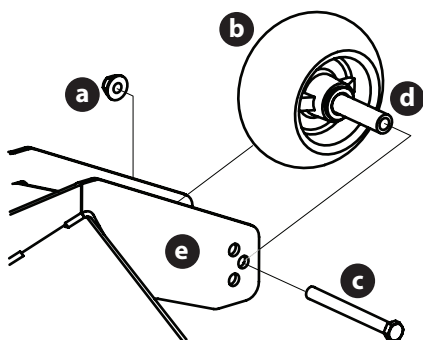

Fig. 31
2. Retire la tuerca de seguridad (a) que fija una de las ruedas de calibración delanteras (b) a la plataforma. Retire la rueda de calibración delantera (b), el tornillo hexagonal (c) y el separador (d) (Fig. 31).
3. Inserte el tornillo hexagonal (c) en uno de los tres orificios de posicionamiento del soporte (e) de la rueda de calibración delantera que le dará a la rueda de calibración delantera (b), una separación de 1/4-1/2" (6,4 a 12,7 mm) del suelo (Fig. 31).
4. Observe el orificio de posicionamiento de la rueda de calibración delantera (b) que acaba de ajustar y ajuste la otra rueda de calibración delantera (b) en el orificio de posicionamiento respectivo del soporte de la otra rueda de calibración delantera (e) (Fig. 31).